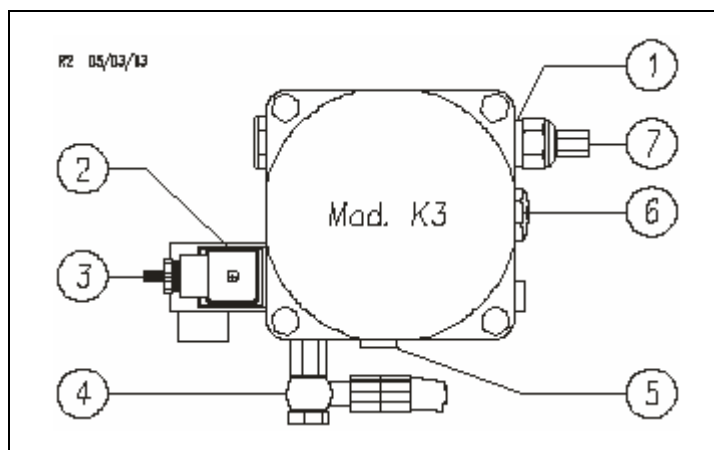

Рис. 16.
- Клапан максимального давления (поз.7 Рис. 16), установленный на гидравлическом силовом блоке, который срабатывает случае перегрузки подъемника.